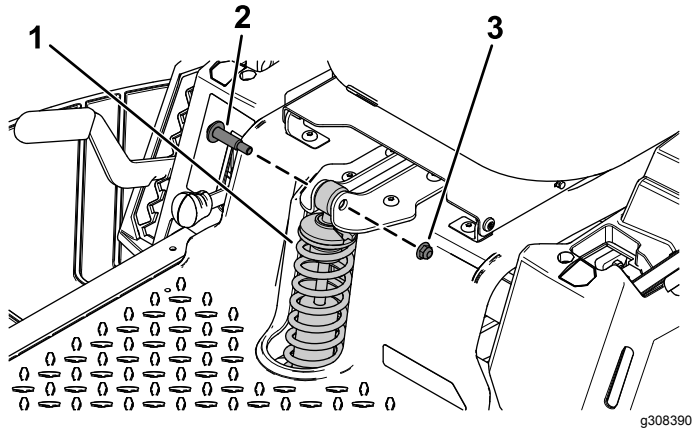

Figura 1
2. Retire los 2 pernos de cuello largo y las 2 contratuercas ($\frac{3}{8}$ ") que sujetan el muelle delantero existente (Figura 1).
3. Retire el muelle delantero existente (Figura 1).
Instale el muelle nuevo usando los 2 pernos de cuello largo y las 2 contratuercas ($\frac{3}{8}$ ") que retiró anteriormente, como se muestra en la Figura 1.